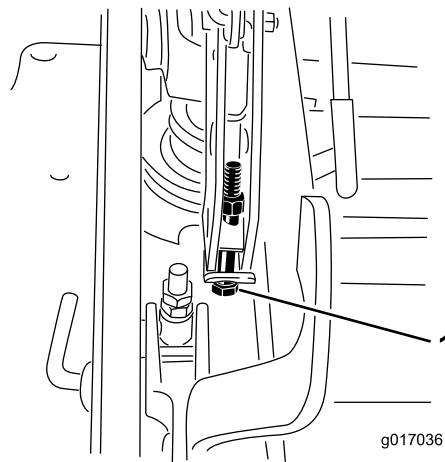

Figure 103
12. Si le tablier est trop bas, serrez le boulon de réglage monopoint dans le sens horaire. Si le tablier est trop haut, desserrez le boulon de réglage monopoint dans le sens antihoraire (Figure 103).